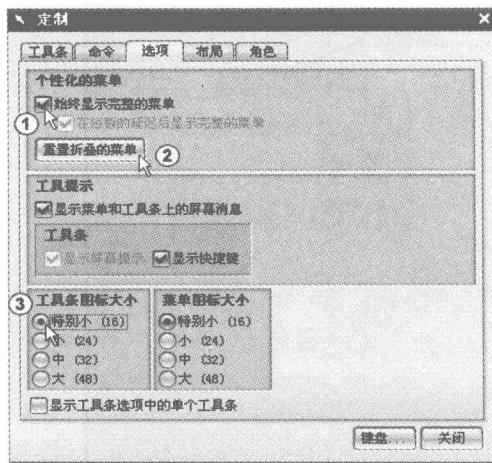

图 1-12 “选项”选项卡
4) 单击“选项”选项卡，如图 1-12 所示，该选项卡主要用来设定工具条中图标的大小、菜单中图标的大小，以及个性化菜单。